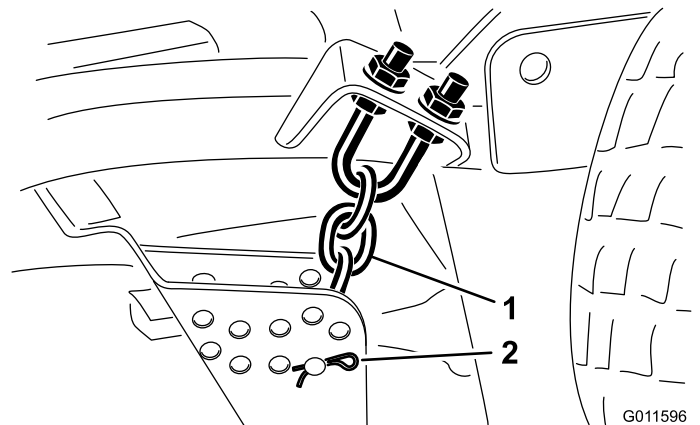

Figura 16
8. Retire el pasador de horquilla y el pasador que fijan las cadenas de ajuste de la altura de corte a la parte trasera de la carcasa de corte (Figura 16).